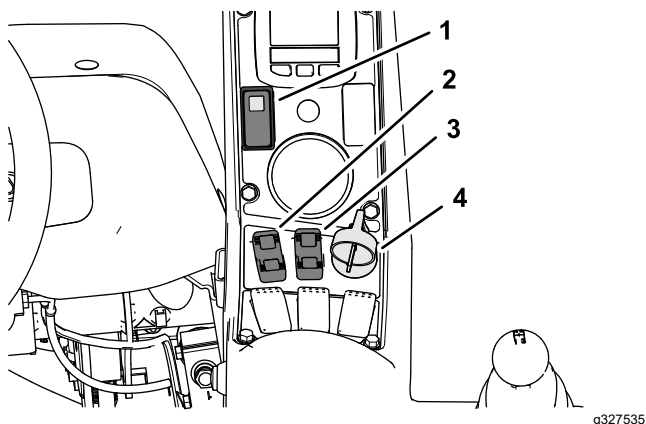
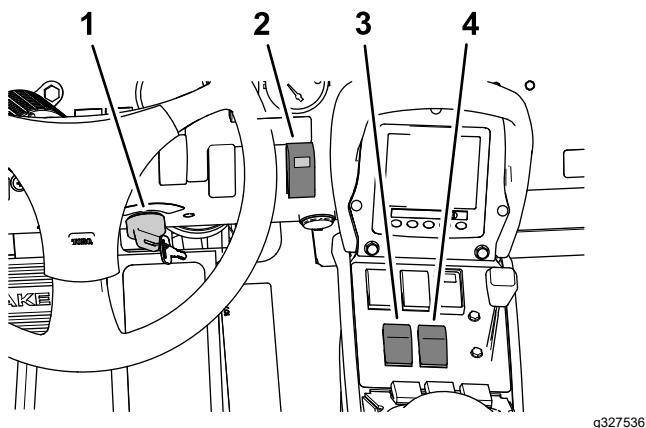
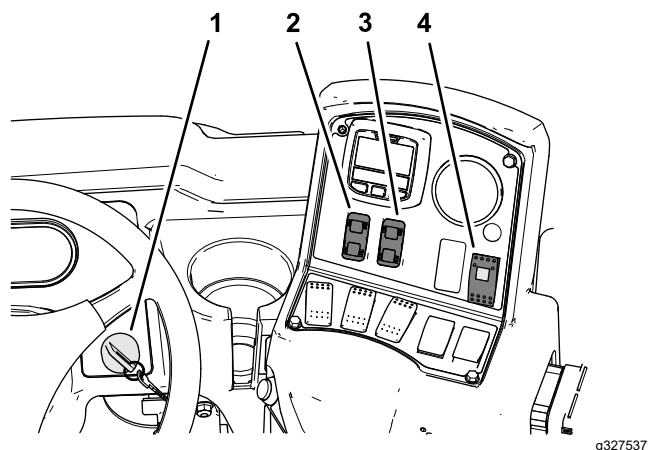

Figure 41
Figure 42
Figure 43
4. Placez l'interrupteur des rampes soniques en position MARCHE (Figure 41, Figure 42 ou Figure 43).